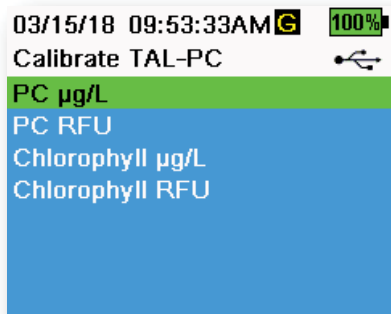
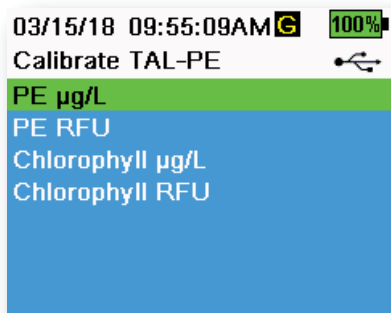

Figure 55 Options d'étalonnage de TAL-PC
Figure 56 Options d'étalonnage de TAL-PE
3. Sélectionnez le canal et les unités à calibrer. Les options du capteur TAL-PC sont illustrées à la Figure 55, tandis que les options du capteur TAL-PE sont illustrées à la Figure 56.